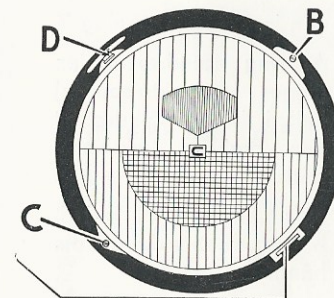

Fig. 22. 22
CIBIE-lygter (fig. 22).
- Tryk på fjederen »D« (fig. 22). Glas og parabol drejer om et hængsel, der sidder forinden til højre.